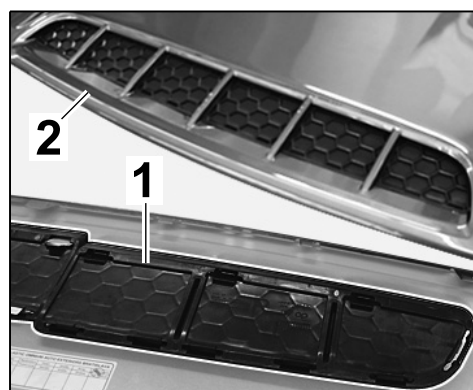

Рис. 15
- 7.3.5 Защелкнуть накладки ⇒ *Рис. 15 -1-* в новом переднем спойлере ⇒ *Рис. 15 -2-*.